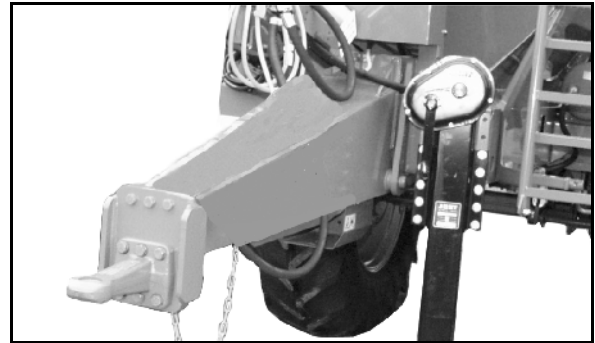

Bild 25
- rak draganordning (Bild 25),